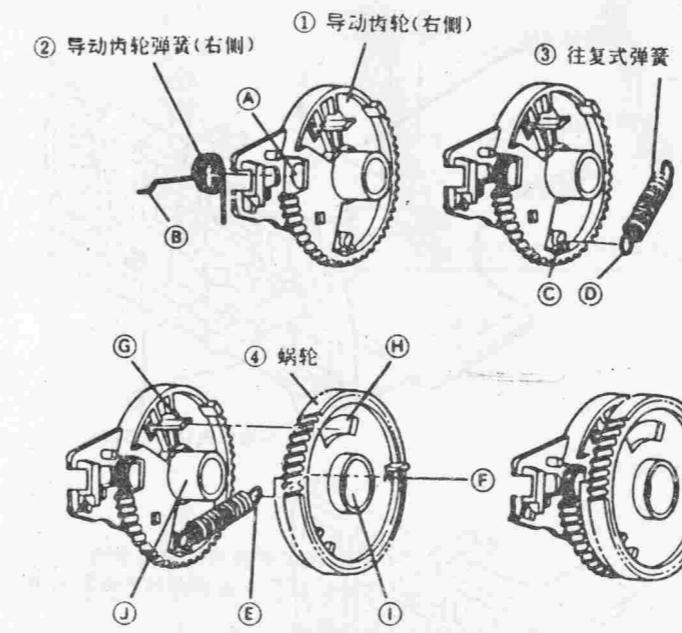

图20
步骤: ①松放钩挂于导齿轮(右侧)①方孔④中的导动齿轮弹簧(右侧)②的梢端⑤, 如图20所示;
②钩挂往复式弹簧③的一端④于导动齿轮(右侧)①的弹簧扣⑤;